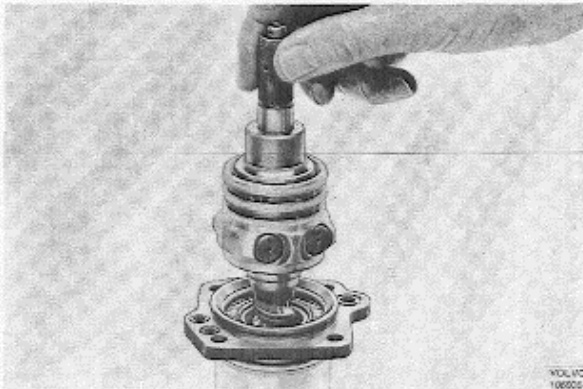

Abb. 99 Herausdrehen der Schnecke aus dem Kraftkolben
6. Kraftkolben aufrichten und die Schnecke aus dem Kugellaufgewinde herausdrehen, s. Abb. 99. Vorsicht, damit die herausfallenden 23 St. Gewindekugeln nicht beschädigt werden. Zwischenflansch (37), Nadellager (43) und Anlaufscheibe (42) entfernen. Dichtung (41),